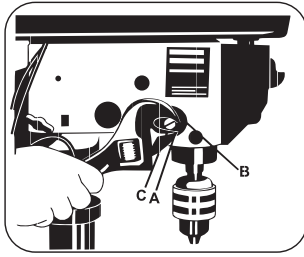

FIGURA 8.17
- Mueva las tuercas de traba hasta su posición más baja, y trábelas en este local utilizando la llave. Esto evitará que el Eje-Árbol caiga cuando sea accionado por el resorte (Figura 8.17).
- Posicione el destornillador en la ranura inferior frontal (A) de la tapa del resorte (B), y sujétela en esta posición mientras esté aflojando y retirando las tuercas.
- Apriete la tuerca interior (C) con la llave.
- Verifique el Eje-Árbol cuando mueva la palanca. La operación del Eje-Árbol debe ser suave, con movimientos continuos. Si el desplazamiento está muy apretado, afloje un poco las tuercas hasta que el movimiento sea confortable (Figura 8.17).